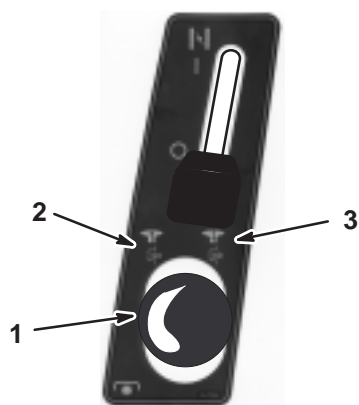

Figure 4
2. Tirez la commande des lames (PdF) en position embrayée (Fig. 4).
2. Poussez la commande des lames (PdF) en position débrayée (Fig. 4).